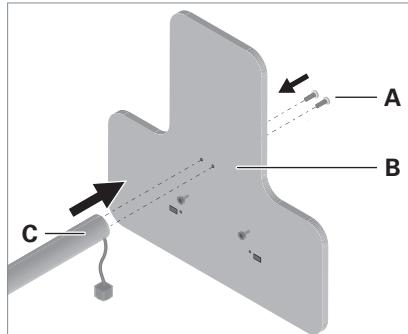

Fig. 1: Montare il tubo verticale.
- ▶ Fissare il tubo di sostegno **C** mediante le due viti **A** al piede dell'apparecchio **B**, vedi Fig. 1.